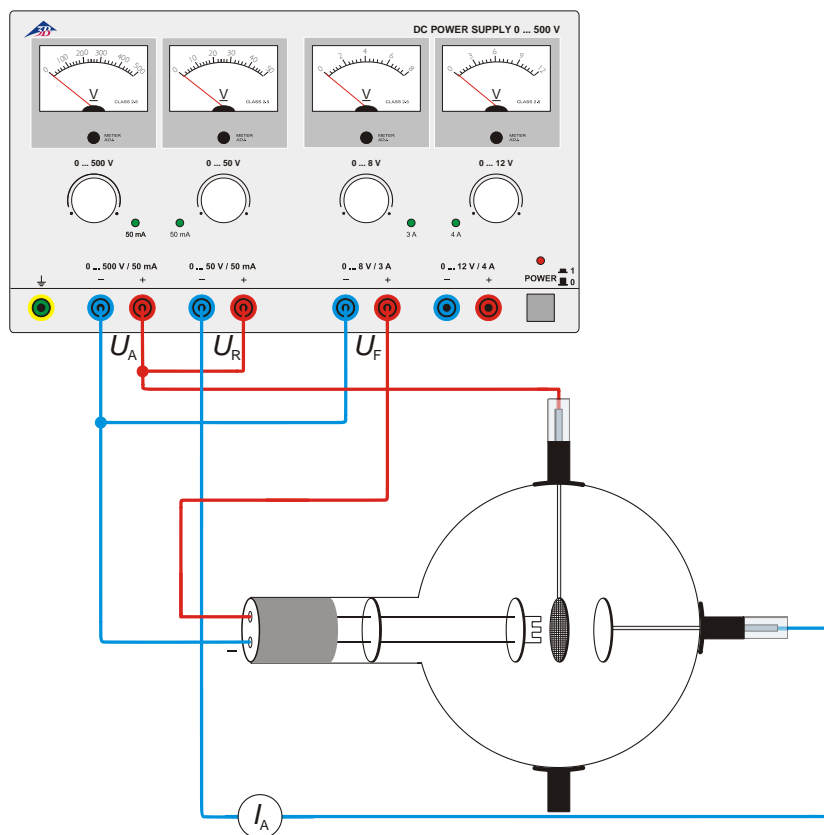

Fig. 4 Disposition selon Franck et Hertz
- Montez le circuit de la figure 4.